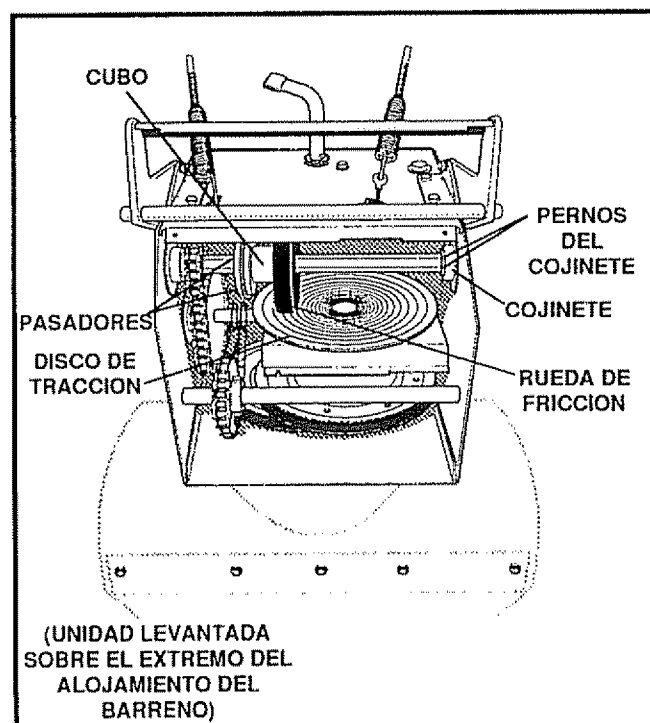

FIG. 36
- Coloque la removedora de nieve en posición vertical sobre el extremo del barreno (See Fig. 36)
- Retire los cuatro pernos que fijan los cojinetes, a ambos lados (vea la Fig. 36)
- Coloque la nueva rueda de fricción en el cubo (vea la Fig. 36).